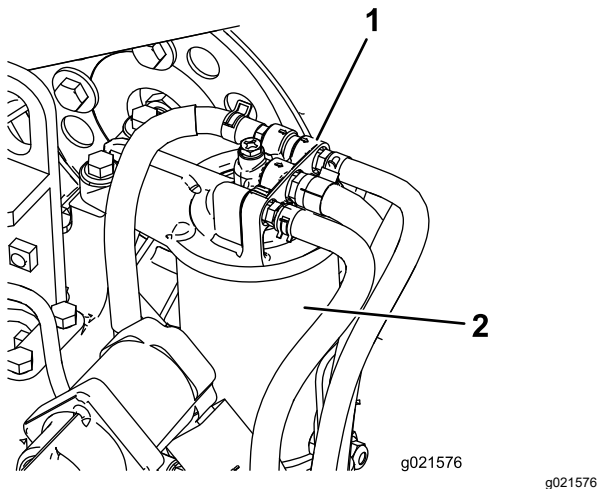

Figure 85
1. Nettoyez la surface autour de la tête du filtre à carburant (Figure 85).
2. Déposez le filtre et nettoyez la surface de montage de la tête du filtre (Figure 85).